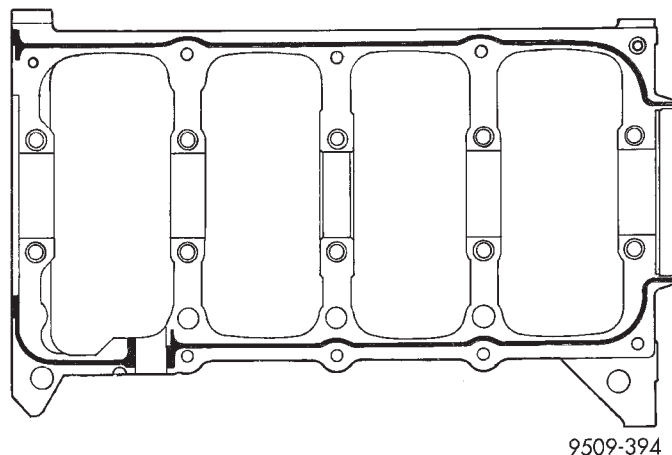

Fig. 83 Sellado de las tapas del cojinete principal/bancada
(4) Aplique al bloque de cilindros un reborde de 1,5 a 2 mm (0,059 a 0,078 pulg.) de sellante anaeróbico formador de juntas con curado bajo presión de Mopar®, Mopar® Cure Gasket Maker, como se muestra en (Fig. 83).